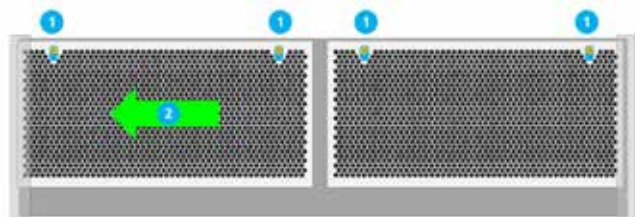

Figura 9.1 Punto de fijación de la cubierta GS
2. Unidades GS, afloje (NO QUITÉ) los tornillos en la parte superior de cada cubierta de entrada frontal [1] (vea la figura 9.1 y la ranura para hueso de perro 10) luego deslice la cubierta izquierda hacia la izquierda [2], lo que permitirá que la cubierta se deslice debajo de la tapa final. esto permitirá que la siguiente cubierta se empuje hacia la izquierda [3] (ver figura 9.1) permitiendo que se libere de la ranura del tornillo [4] tirando hacia adelante y levantándola hacia arriba del surco inferior de la caja.